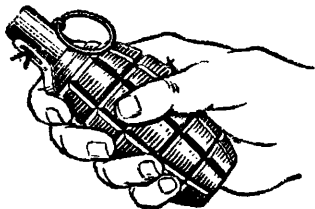

Рис. 35. Как держать гранату для броска
- 1) взять ее правой рукой, как показано на рис. 35, и пальцами крепко прижать наружный рычаг предохранительного колпачка к корпусу гранаты;